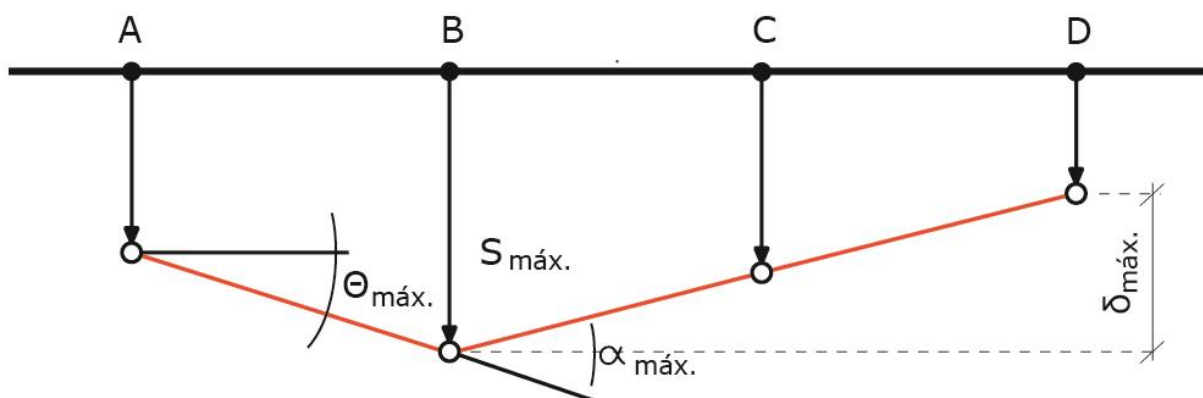

Figura 52: Representação das variáveis de movimento de fundações
A NBR 6122 nomeia algumas letras como parâmetros de estudo para o movimento de fundações que devemos conhecer. São eles (Figura 52):
- $\delta s$ : recalque ou levantamento diferencial entre dois pontos da estrutura (observe na Figura 52 o  $\delta_{\text{máx}}$ );
- ✓ Esclarecendo: a rotação relativa é o ângulo entre uma linha de referência (por exemplo, a linha original que liga os pontos AB da sapata na Figura 52) e a nova linha dessa mesma estrutura.